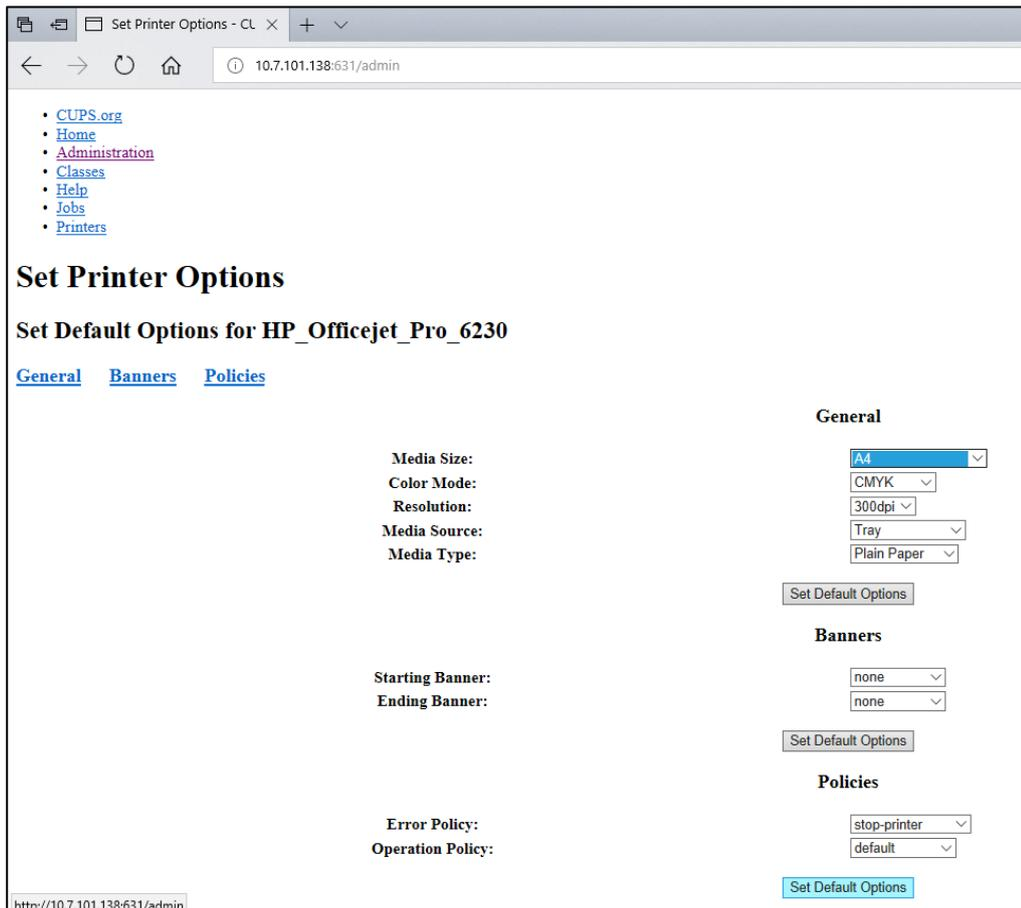

Figura 103. Selección del tamaño de papel correcto.
7. Seleccione el Media Size (Tamaño de papel) correcto (como "A4"), ya que algunas impresoras no imprimirán si el formato de papel no es correcto. A continuación, guarde la selección pulsando Set Default Options (Definir las opciones predeterminadas; consulte la figura 103).